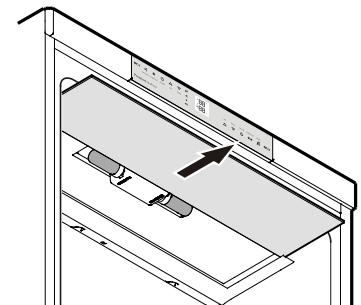

Figura 16
2. Retire la placa de vidrio - **Figura 16**.